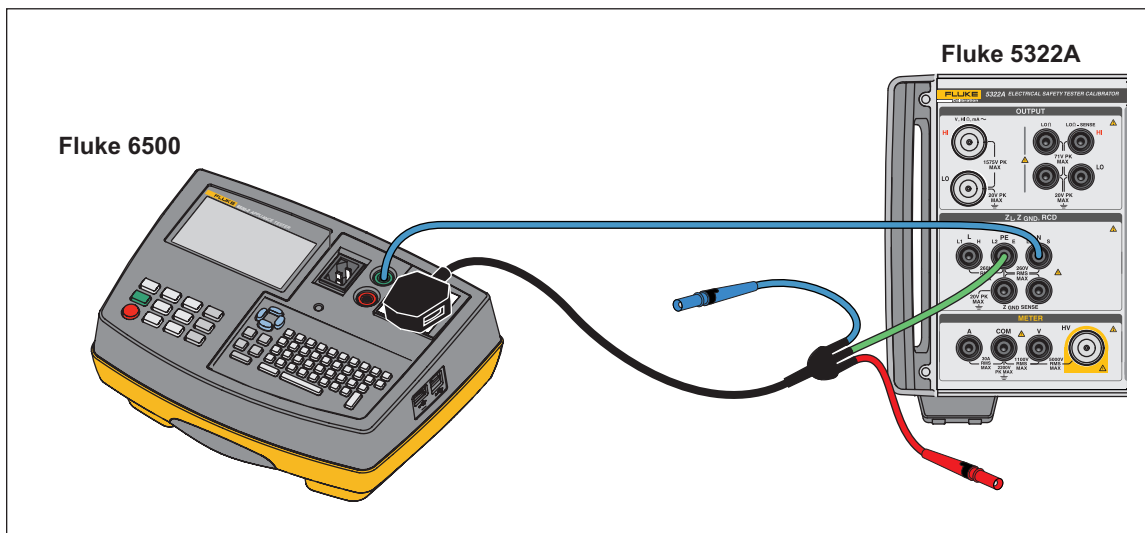

Figura 42. Calibración de resistencia de unión a tierra en Fluke 6500 con el adaptador de cable
2. Conecte el DUT a los terminales PE y N de Z_{GND} del Producto, como se muestra en la figura 42 y en la figura 43.